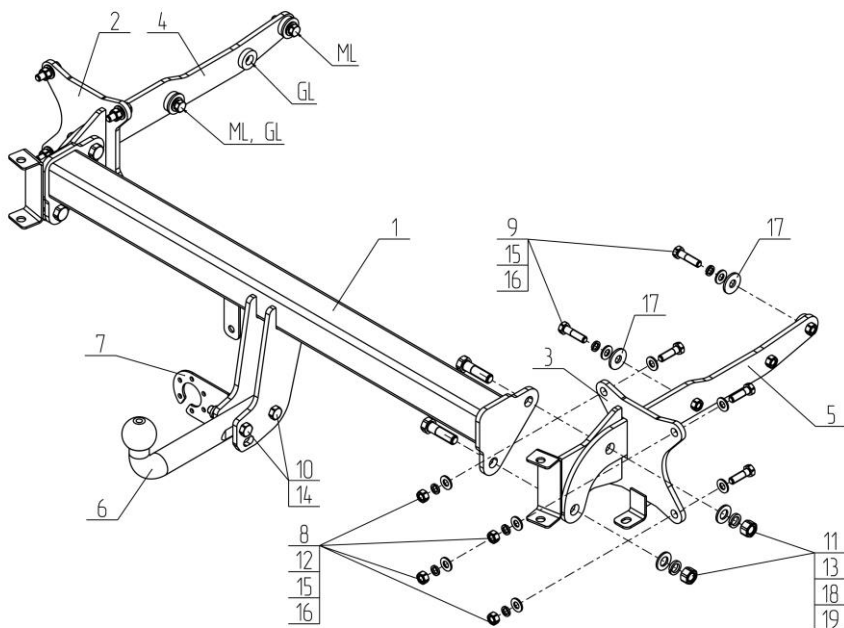

Рис.1.
- Установите левую и правую консоль (поз.2,3) с кронштейнами (поз.4,5) во внутрь лонжеронов автомобиля, используя крепежные элементы, показанные на Рис.1. Крепеж не затягивать;